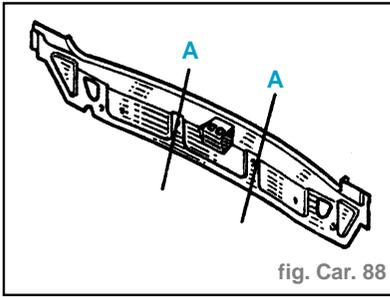

fig. Car. 88
- Cette pièce peut être remplacée partiellement, suivant la coupe (A) (fig. Car. 88).